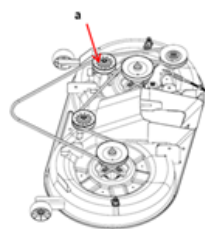

Fig. 25
5. Inversați procesul pentru a atașa o curea nouă(Fig.25).